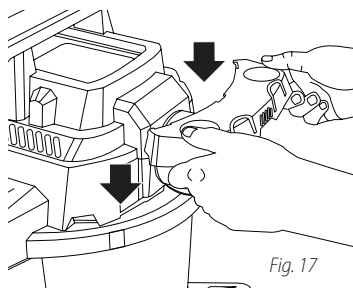

Fig. 17
41. Tomar el sujetador de herramientas **22** y deslizarlo sobre las muescas que se encuentran en la parte posterior del depósito. **Fig. 17.**